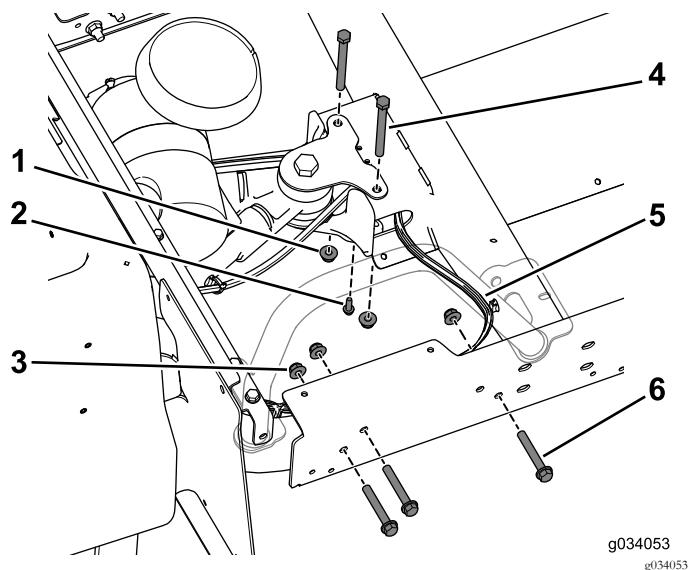

図 28
ジナットを使う図28。車体の反対側でも同じ作業を行う。
注 センターチャネルの中にワイヤハーネスがあることを確認してください図28。
9. センターチャネルにブレーキライン用のT字ブラケットを取り付けるタップねじ1/4 x 3/4 インチを使う図28。
10. 後マウントに、センターチャネルを仮止めするボルト3/8 x 3-3/4 インチ2本とフランジナットを使う図28。